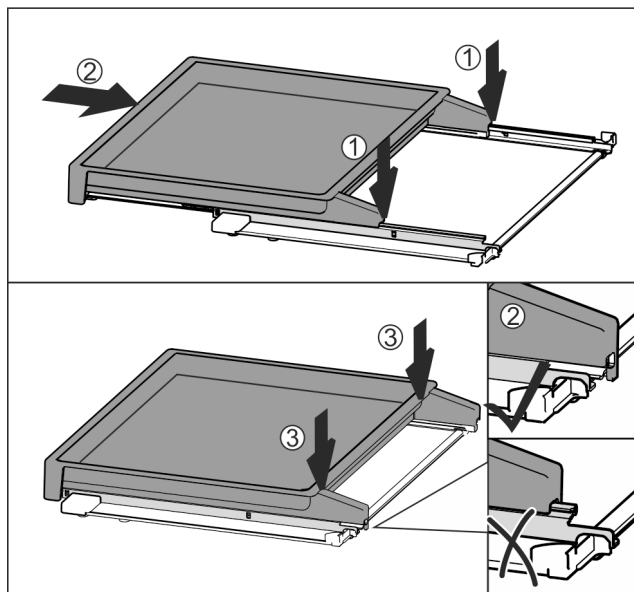

Fig. 115
- ▶ Umieścić centralnie na szynach Fig. 115 (1).
- ▶ Wsunąć całkowicie wysuwaną półkę Fig. 115 (2).
- ▶ Docisnąć z tyłu, aż do słyszalnego zatrzaśnięcia Fig. 115 (3).